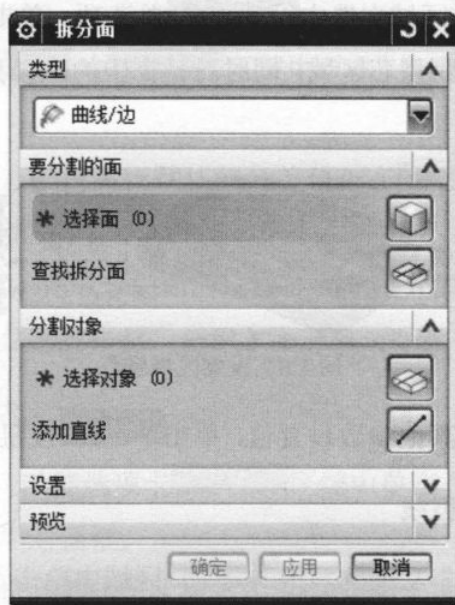

图 1.5 “拆分面”对话框
Step1. 选择命令。在“注塑模向导”功能选项卡 **注塑模工具** 区域中单击“拆分面”按钮 ，系统弹出图 1.5 所示的“拆分面”对话框。